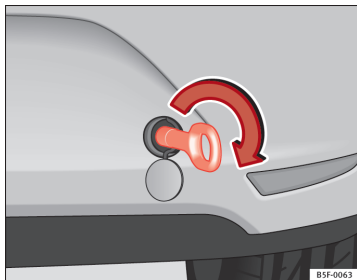

Fig. 130 Pare-chocs arrière droit : œillet de remorquage vissé
- Vissez l'œillet de remorquage dans le filetage ⇒ fig. 130 jusqu'en butée et serrez-le à fond avec la clé pour boulons de roues.